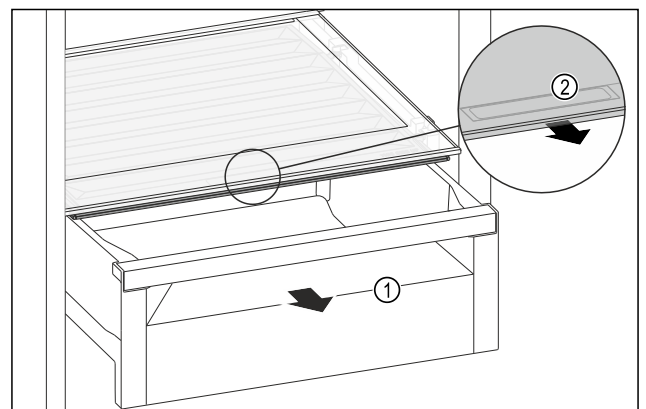

Fig. 171
- ▶ Извлеките выдвижной ящик Fig. 171 (1).
- ▶ Возьмитесь за утопленную ручку Fig. 171 (2) на крышке отделения и одновременно потяните крышку отделения вперед.